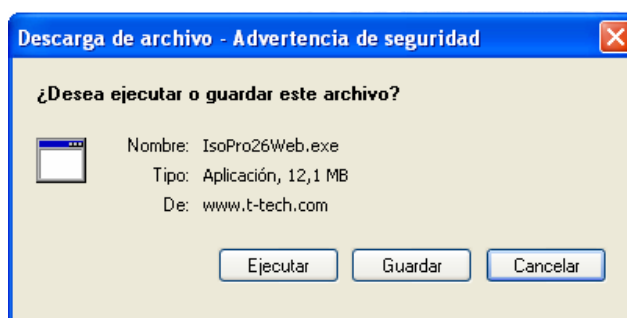

Figura 2.33 Instalación de ISOPRO desde Internet
**Paso 4:** Cuando aparece la ventana mostrada en la figura 2.33. se hace clic en **Guardar** para iniciar la descarga de ISOPRO en el computador.